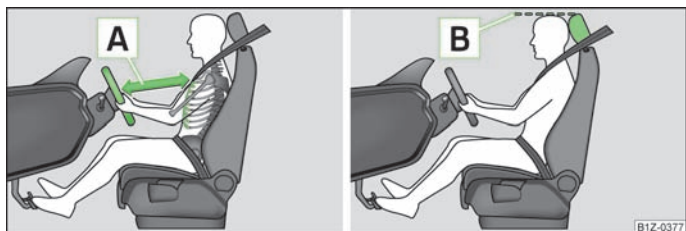

Abb. 93 Der richtige Abstand des Fahrers zum Lenkrad / Die richtige Kopfstützeinstellung
- › Das Lenkrad so einstellen, dass der Abstand **[A]** » Abb. 93 zwischen Lenkrad und Brustbein mindestens 25 cm beträgt.
- › Die Kopfstütze so einstellen, dass die Oberkante **[B]** » Abb. 93 der Kopfstütze sich möglichst auf einer Höhe mit dem oberen Teil Ihres Kopfes befindet.
- › Die Kopfstütze so einstellen, dass die Oberkante **[B]** » Abb. 93 der Kopfstütze sich möglichst auf einer Höhe mit dem oberen Teil des Kopfes befindet.